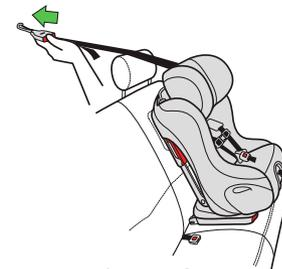

Figura 59
- Oprima el botón de soltar para alargar la correa superior tirando de ésta al mismo tiempo, como se muestra en la **Figura 59**.